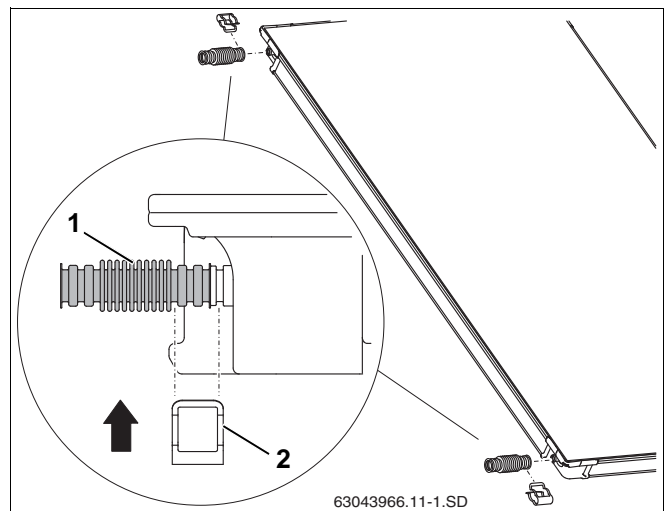

Fig. 25 Montering af forbinder til flexrør på første solfanger
- ▶ Sæt forbinderne til bølgerør (fig. 25, **pos. 1**) på den første solfangers venstre tilslutninger.
- ▶ Sæt klemmen (fig. 25, **pos. 2**) til sikring af tilslutningen over forbinderen til bølgerør og solfangertilslutningen.